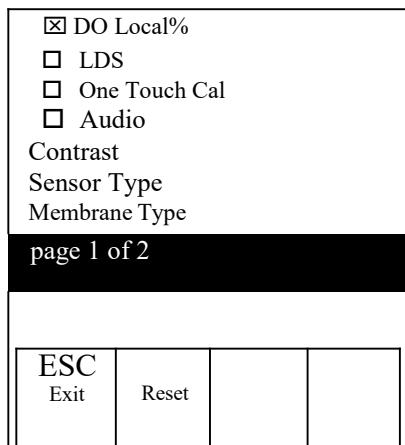

图 9, DO %Local 功能已启动
当前的页面会在显示屏上，如图9.
**DO Local%** 功能可以使用向上和向下箭头键点亮和使用回车键确认来被启动或关闭。一个DO Local%前的在选项框中的‘X’表明该功能被启动（图 9）。